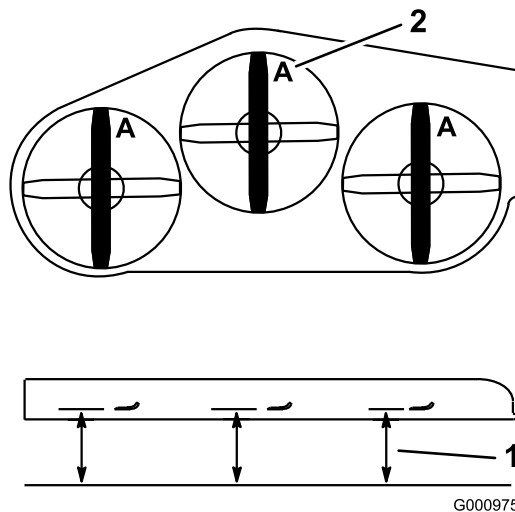

Figure 78
3. Tournez les lames dans le sens longitudinal. Mesurez la distance entre la surface plane et le tranchant (position A) des lames (Figure 78). Notez cette valeur.